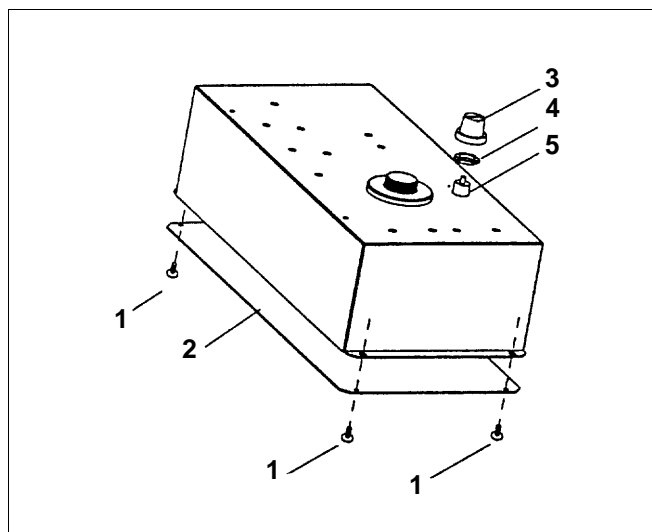

Fig 58 Régulation supplémentaire HT3101
- Afin de pouvoir démonter le STB, les quatre vis (fig. 58, **pos. 1**) doivent être dévissées.
- Enlever le couvercle (fig. 58, **pos. 2**).
- Dévisser le capuchon de protection (fig. 58, **pos. 3**).
- Déserrer le contre-écrou (fig. 58, **pos. 4**).